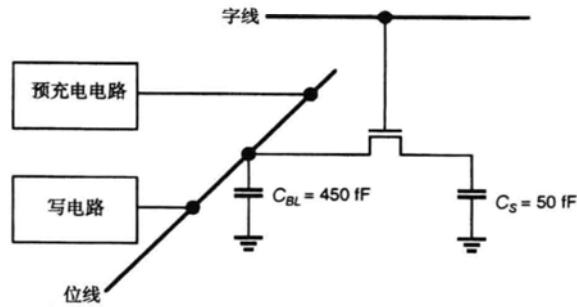

图 P10.2
- 10.2 图 P10.2 为一单管 DRAM 单元。采用钟控预充电电路，位线可预充电到 $V_{DD}/2$ 。用字线 V_{DD} 进行写操作时，假设写电路可将位线电压置为 V_{DD} 或 0 V。采用如下参数：